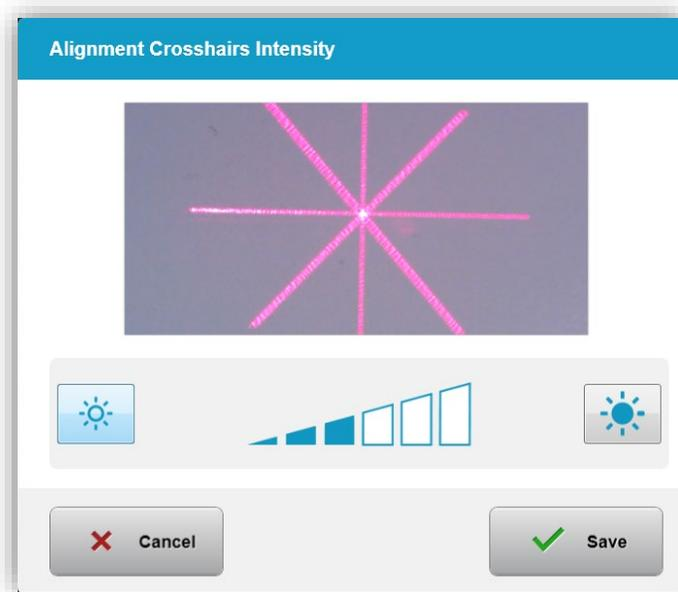

Abbildung 3-54. Fadenkreuz-Intensität Ausrichtung
- Wählen Sie im Systemeinstellungen-Menü die Option „Fadenkreuz-Intensität Ausrichtung“ (Alignment Crosshairs Intensity), um die Helligkeit der Ausrichtungs-Fadenkreuze zu ändern. Es wird das in Abbildung 3-54 veranschaulichte Fenster angezeigt.